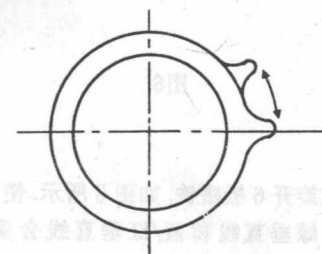
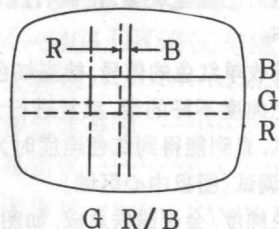
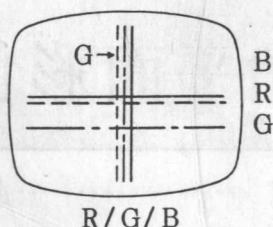

图3
图5
图7
②两个磁铁环上的小片滑动,相互接近或离开旋转,如图 3 所示;
步骤: ①旋开4极磁铁,如图3所示,使图象中央的蓝/红垂直方向会聚,如图5所示;
③旋开6极磁铁,如图3所示,使图象中央的绿垂直线和蓝/红垂直线会聚,如图7所示;